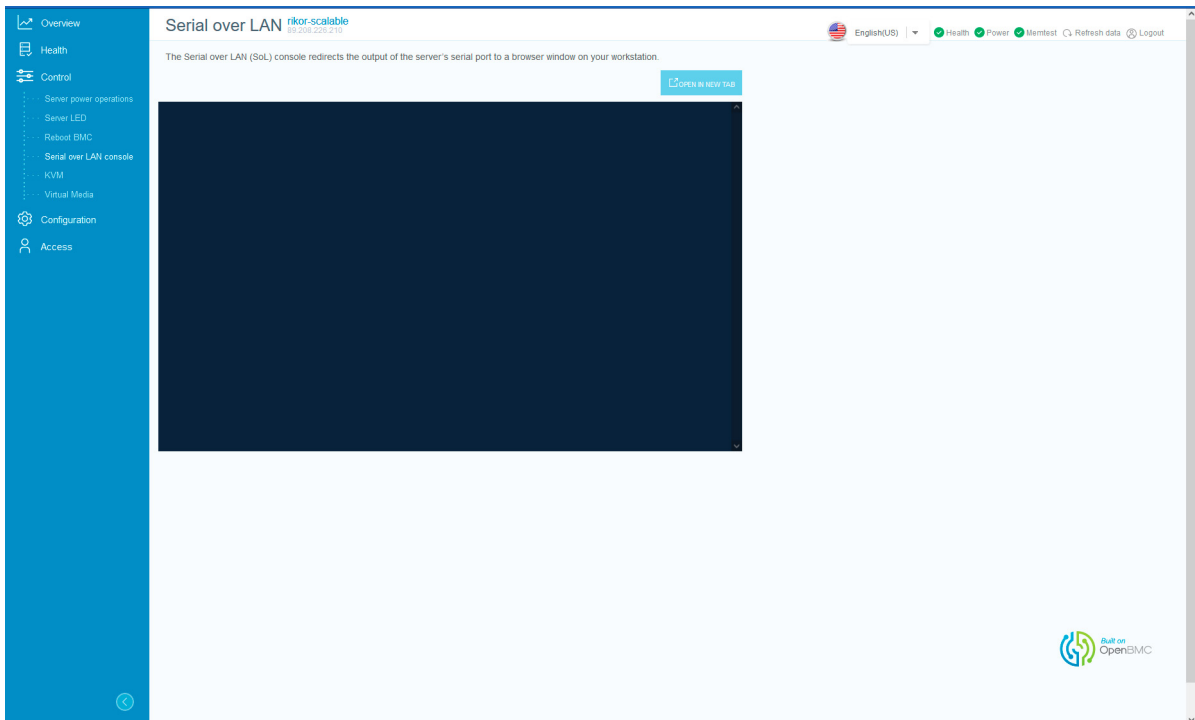

Рис. 85. Окно «Serial over LAN»
- 5) Пройдите во вкладку «Control» → «Serial over LAN» в данной вкладке осуществляется перенаправление выходных данных последовательного порта сервера в окно браузера вашей рабочей станции. Окно показано на рис. 85 Окно «Serial over LAN»